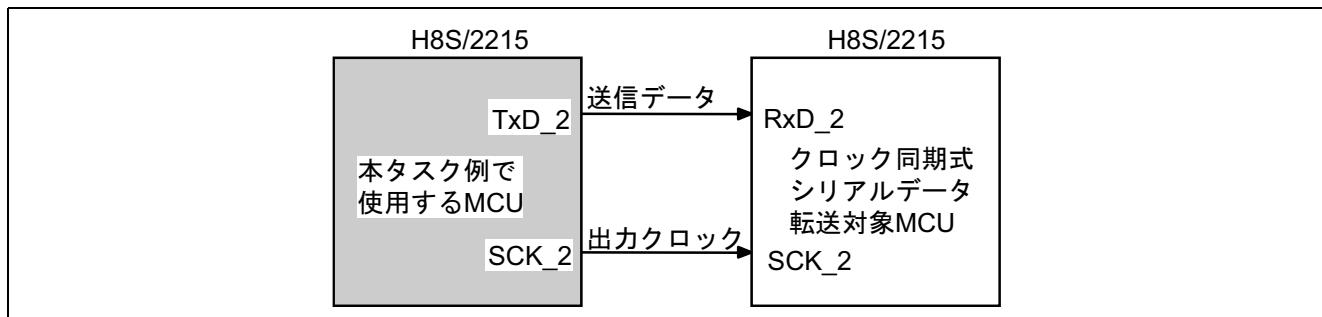

図1 クロック同期式シリアルデータ送信
- 図1に示すようにクロック同期式シリアル転送機能を使用して、8文字の8ビットデータの送信を行います。